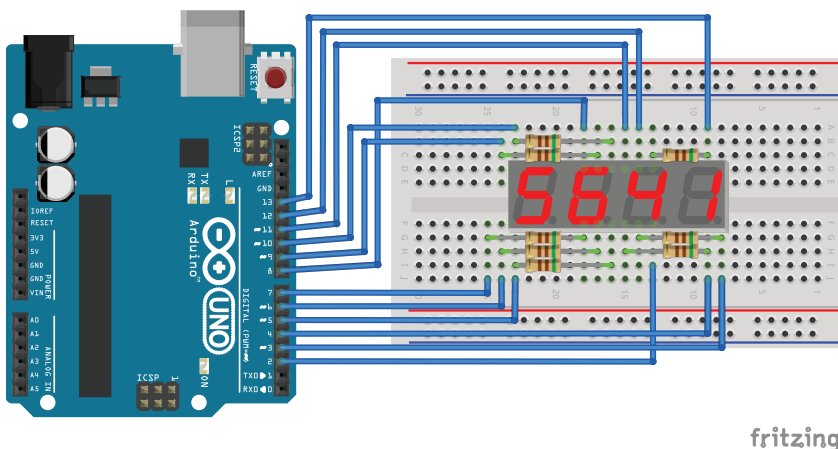

Рис. 7.2. Схема подключения 4-разрядной матрицы к Arduino
Подключим контакты матрицы к плате Arduino и будем выводить цифры на различные разряды матрицы. Для подключения нам понадобятся 12 выводов Arduino. Схема соединений для подключения 4-разрядной матрицы к плате Arduino показана на рис. 7.2. При подключении контактов используются ограничительные резисторы 510 Ом.
1. Подключаем семисегментный индикатор по схеме на рис. 7.2.